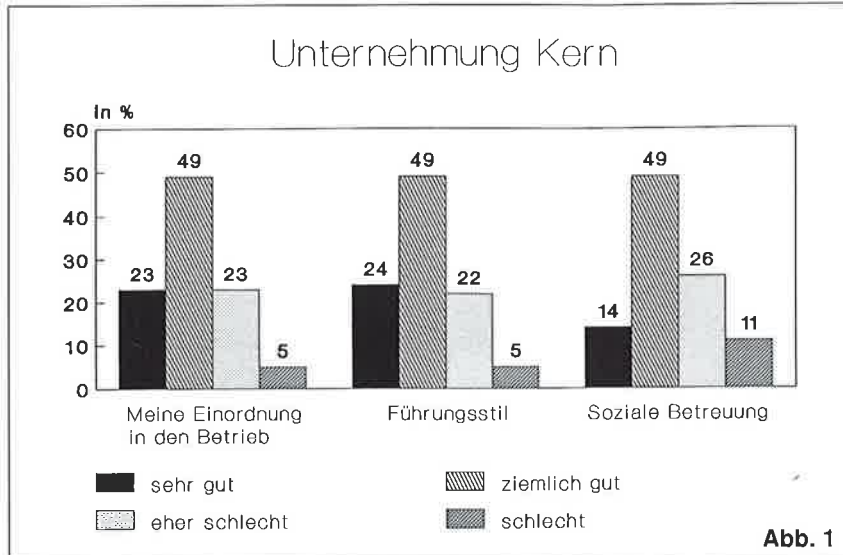

Abb. 1
■ **Abb. 1:** In allen 3 Themenblöcken herrscht Übereinstimmung: ca. 3/4 aller Mitarbeiter finden ihre Stelle ziemlich gut (ca. 50%) bis sehr gut (25%). Das war immerhin die Meinung vom November 1989, in einer recht turbulenten Zeit also. Das schlechte Abschneiden der sozialen Betreuung mit 11% ist v.a. auf die damalige Verpflegungssituation zurückzuführen: 'Automatenfutter' statt Frühstückskantinen-Service, zu wenig auf dem Teller in der Schützen-Kantine und zu wenig Qualität für den Gaumen. Was finden Sie: Haben unsere Gespräche mit dem Schützenwirt gewirkt? Sind Portionen und Qualität besser geworden?